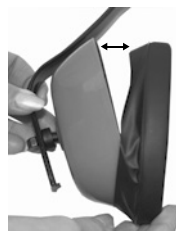

Fig. 1
- Fjern de gamle tætningspuder fra kapslerne og erstat dem med nye (se fig. 1).